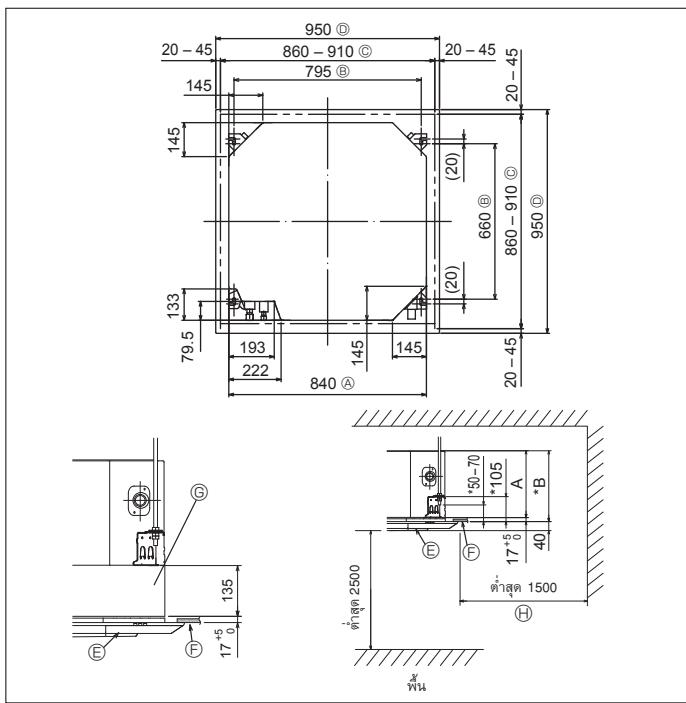

Fig. 3-2
3.2. การเจาะช่องและสถานที่สำหรับติดตั้งเครื่อง (Fig. 3-2)
* ความกว้างของช่องเดาเร้นต้องให้ถูกในเกณฑ์ปั๊บชั้น ซึ่งแสดงอยู่ใน Fig. 3-2 โดยให้ จุดที่ถูกกลางของตัวเครื่องของตัวกันช่องปิดของเพดาน และควรแก้ไขว่าช่องว่างสำหรับตั้งตระหง่านของ ทุกด้านให้เท่ากัน